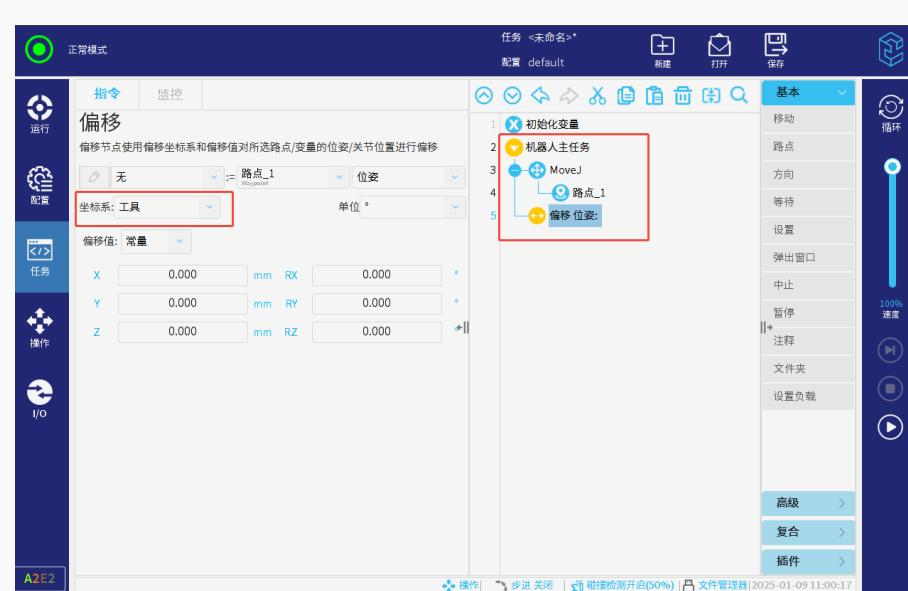

图 3-118: 工具坐标系设置
- 鉴于其运行的动态变化，需确保偏移节点放置在该路点下方就近位置（中间无运动节点，如 Move 路点、Move 方向、Home 等即可），如图 3-118 所示，以便根据实时的工具坐标系准确计算，实现偏移功能。